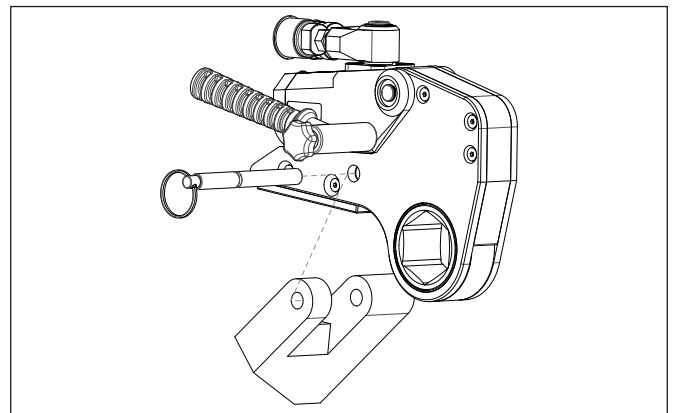

图 6: 安装反力板
3.2.3 在 HLP 盒 HMT上使用反力加长臂/反力板(图 6/ 7)